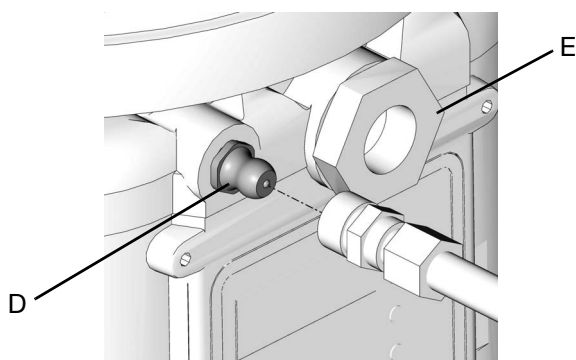

FIG. 13
1. Collegare il tubo flessibile di riempimento al raccordo d'ingresso Zerk (D) (FIG. 13).